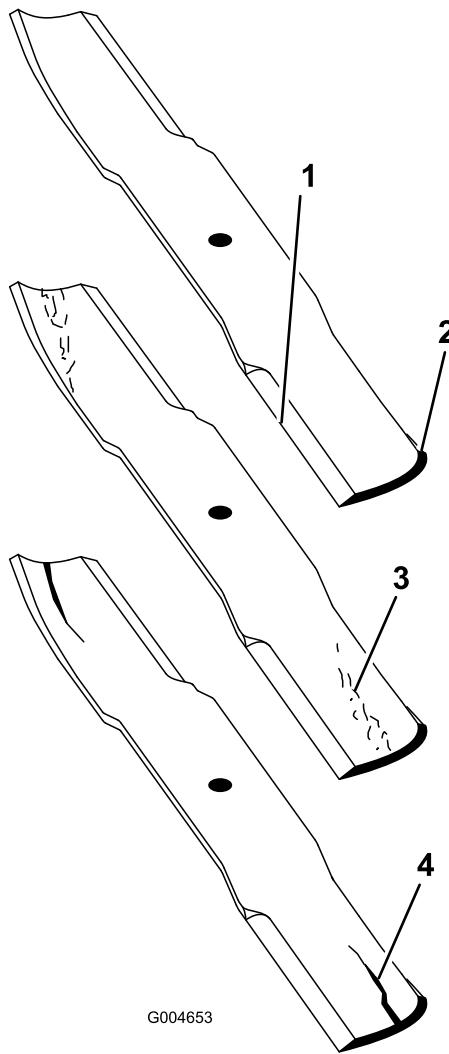

Figura 83
- Verificate accuratamente i taglienti, con particolare attenzione ai punti d'incontro delle sezioni piatta e curva della lama (Figura 83). Sabbia e materiali abrasivi possono consumare il metallo che connette le sezioni piatta e curva della lama, per cui si consiglia di controllare la lama prima di usare il tosaerba. Se riscontrate segni di usura (Figura 83), sostituite la lama.
Se continuate ad usare la lama usurata, si forma una scanalatura tra la costa e la sezione piatta della lama (Figura 83). Alla fine, un pezzo di lama può staccarsi e venire lanciato dal sottoscocca, con il rischio di ferire gravemente voi o gli astanti.